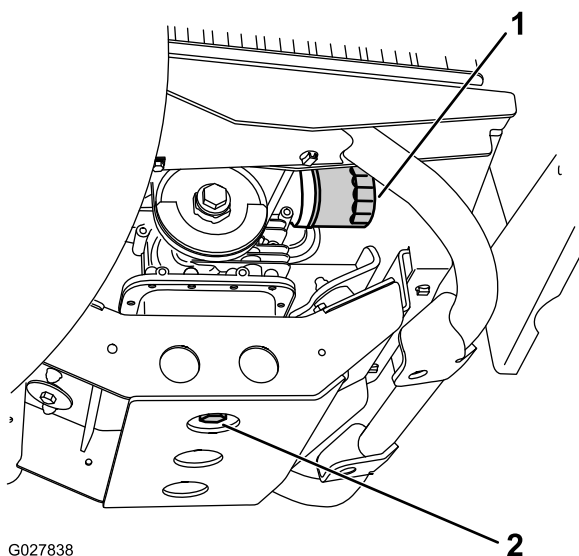

Figure 35
5. Placez un bac de vidange de 1,6 litre sous le bouchon de vidange (Figure 35).
6. Enlevez le bouchon de vidange (Figure 35).
7. Remettez le bouchon de vidange et le joint (Figure 35), et serrez le bouchon à un couple de 45 à 53 N·m.
2. Déposez le filtre à huile (Figure 35).
4. Vissez le filtre neuf sur l'adaptateur jusqu'à ce que le joint touche la plaque de montage, puis serrez-le de 1/2 à 3/4 de tour supplémentaire (Figure 35).